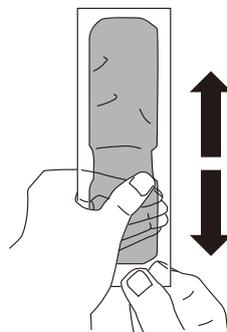

図3-7
- ④指でレジン袋を20回程度前後にしごきながら内部の樹脂を混合させてください。（図3-7参照）